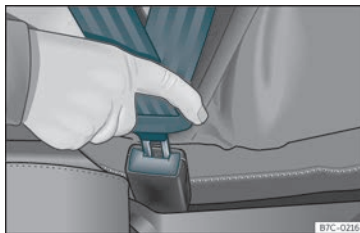

Fig. 13 Insertar a lingueta do cinto de seguridade na súa pechadura.
- Encaste a lingueta na pechadura do asento correspondente»» fig. 13.